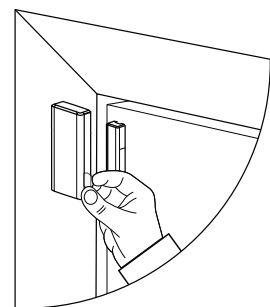

Bild 8: Dra ner registreringsfliken
1. Dra ner registreringsfliken för att sätta på enheten. Se Bild 8.